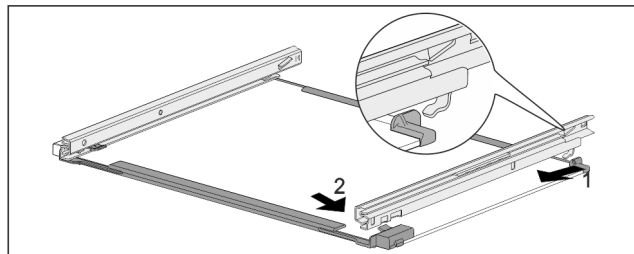

Fig. 236 Tablette en verre avec rails
- Accrocher le rail à l'arrière. Fig. 236 (1)
- Accrocher le rail à l'avant. Fig. 236 (2)